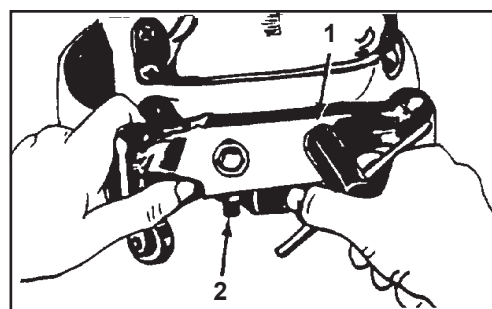

Figure 9
1. Avec la clé spéciale, desserrez l'écrou bloquant de chaque roulette. Voir (1) en figure 9.
2. Desserrez le contre-écrou. Voir (2) en figure 9.